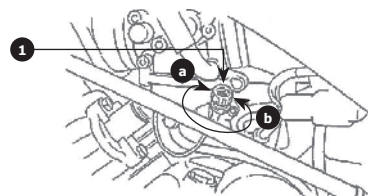

Рис. 80
3. Поверните винт ❶ **Рис. 80** в направлении ❶ **a**, чтобы увеличить обороты двигателя, и в направлении ❶ **b**, чтобы уменьшить обороты двигателя.